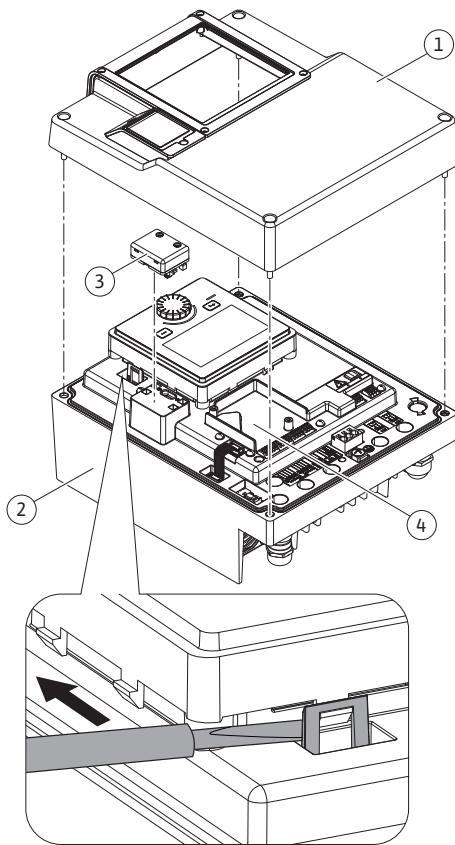
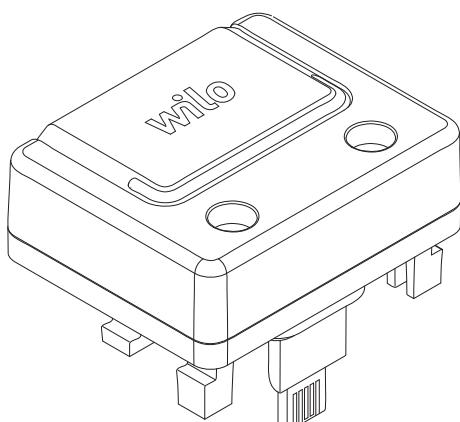

Fig. 26: Električni modul
Fig. 27: Wilo-Smart Connect modul BT
Bluetooth sučelje Wilo-Smart Connect modula BT (Fig. 26, poz. 3 i Fig. 27) služi za povezivanje s mobilnim krajnjim uređajima kao što su pametni telefon i tablet. U aplikaciji Wilo-Assistant nalazi se funkcija Wilo-Smart Connect. Uz pomoć funkcije Wilo-Smart Connect pumpa se može upotrebljavati i namjestiti te se mogu očitati podaci pumpe. Za postavke vidi poglavje „Puštanje u pogon“ [▶ 48].
1. Otpustite četiri vijka gornjeg dijela elektroničkog modula (Fig. 26, poz. 1; Fig. I, poz. 2).
3. Wilo-Smart Connect modul BT utaknite u predviđeno sučelje Wilo-Connectivity Interface. Vidi Fig. 26, poz. 3.
CIF moduli (dodatačna oprema) služe za komunikaciju između pumpi i automatskog upravljanja zgradom. CIF moduli utaknuti su u elektronički modul (Fig. 26, poz. 4)